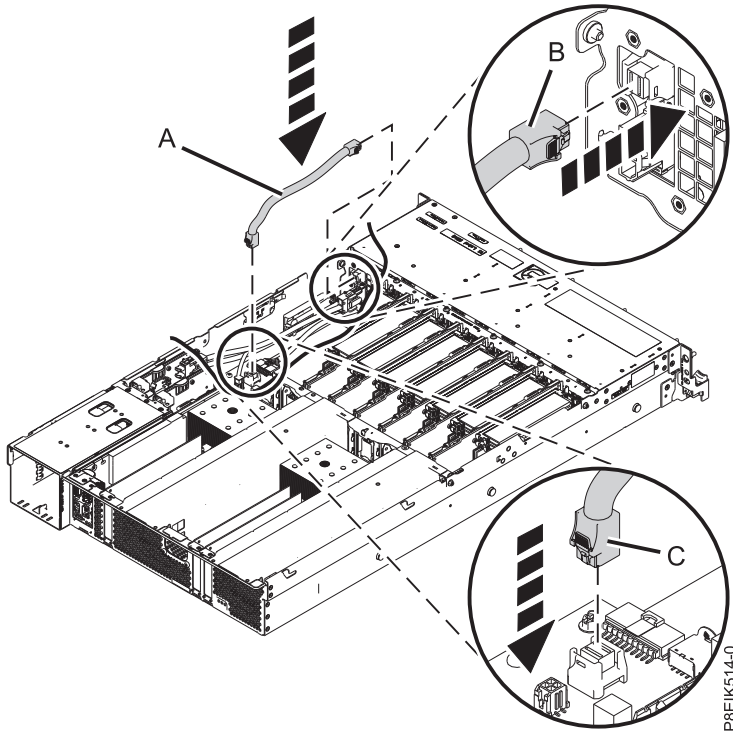

Figura 56. Sustitución del cable de señal del disco y del ventilador
2. Utilizando las etiquetas, conecte el cable de señal del disco y del ventilador (A) a la tarjeta de la unidad de disco y del ventilador (B) y a la placa posterior del sistema (C). Asegúrese de que el clip del mecanismo de cierre encaje en los conectores. Consulte la Figura 56 en la página 48.